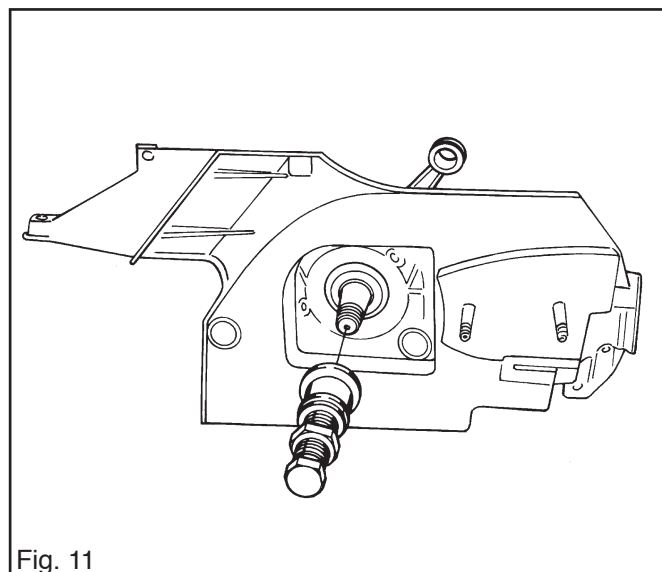

Fig. 11
3. Utiliser l'outil 502 50 30-14 et mettre le vilebrequin dans le côté embrayage du demi carter moteur. Voir fig. 11. Le collet de butée du vilebrequin doit atteindre le palier.